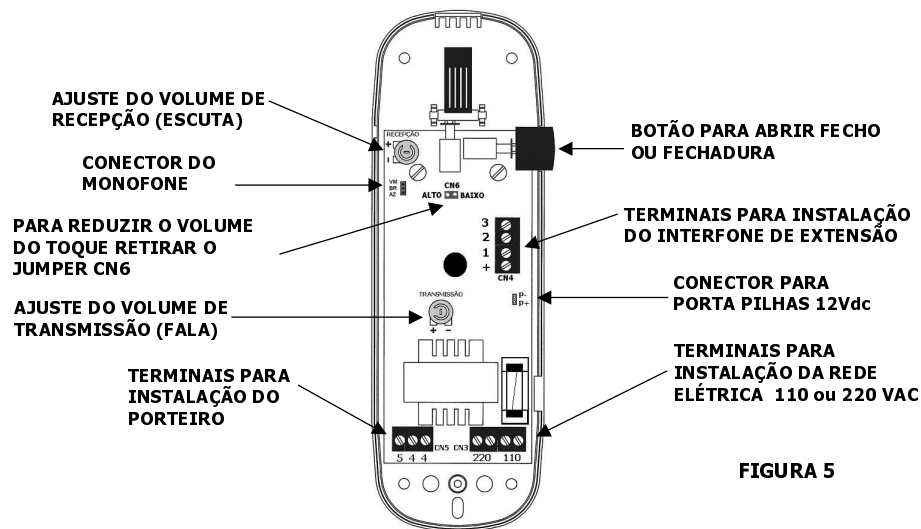

FIGURA 5
Caso a comunicação necessite de ajuste da transmissão (fala) e da recepção (escuta), isso poderá ser feito através dos ajustes de volume, trimpot TX (transmissão – fala) e trimpot RX (recepção – escuta), vide figura 5.
Este produto não tem chave seletora de tensão, para ligá-lo, ligue **os terminais identificados como 110V na rede elétrica 110V** ou ligue **os terminais identificados como 220V na rede elétrica 220V**, vide figura 5.
**3)** Para manter o sistema funcionando a comunicação na falta de energia elétrica, instale o porta pilhas opcional, vide figura 5.
**4)** Para acionamento do fecho ou fechadura eletromagnética de qualquer outro local da residência colocar um botão adicional (Botoeira NA Amelco) entre os **TERMINAIS (4)** e **(1)**, vide tabela de especificações dos fios.
Quando a campainha for pressionada no porteiro da rua, o sistema emitirá um toque no interfone. Ao ouvir o toque, você atende o interfone, estabelecendo a comunicação e reconhecendo o visitante, fazendo com que você não se exponha indo até o portão (**SEGURANÇA e CONFORTO**). Para acionar a abertura do portão (se tiver fecho ou fechadura instalada), basta apertar o botão lateral do interfone, vide figura 5.